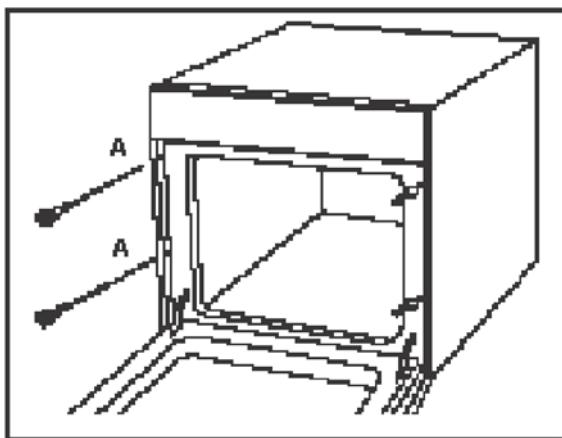

Рис. 4
4.3.2. Откройте дверцу и прикрепите духовку к кухонному шкафчику четырьмя болтами, подходящими к отверстиям с обеих сторон рамки духовки (A). (см. рис.4) При установке электрической панели с варочными панелями сверху духовки, электрическое соединение варочной панели и электрическое соединение духовки следует выполнять отдельно по причинам безопасности и для более легкого изъятия духовки из шкафчика в случае необходимости.